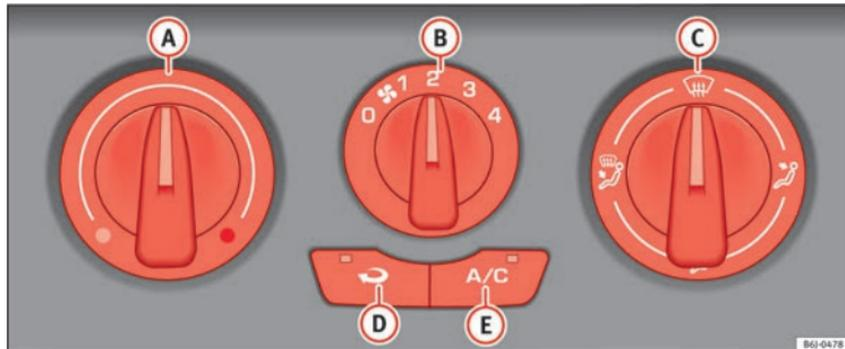

Fig. 128 Sur le tableau de bord : éléments de commande du climatiseur
– Les régulateurs **»** **fig. 128** **A** et **C** et la commande **B** permettent de régler la tem-